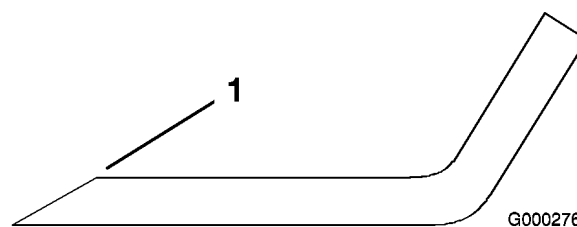

Figura 49
1. Utilice una lima para afilar el filo de corte en ambos extremos de la cuchilla (Figura 49). Mantenga el ángulo original. La cuchilla permanece equilibrada si se retira la misma cantidad de material de ambos bordes de corte.